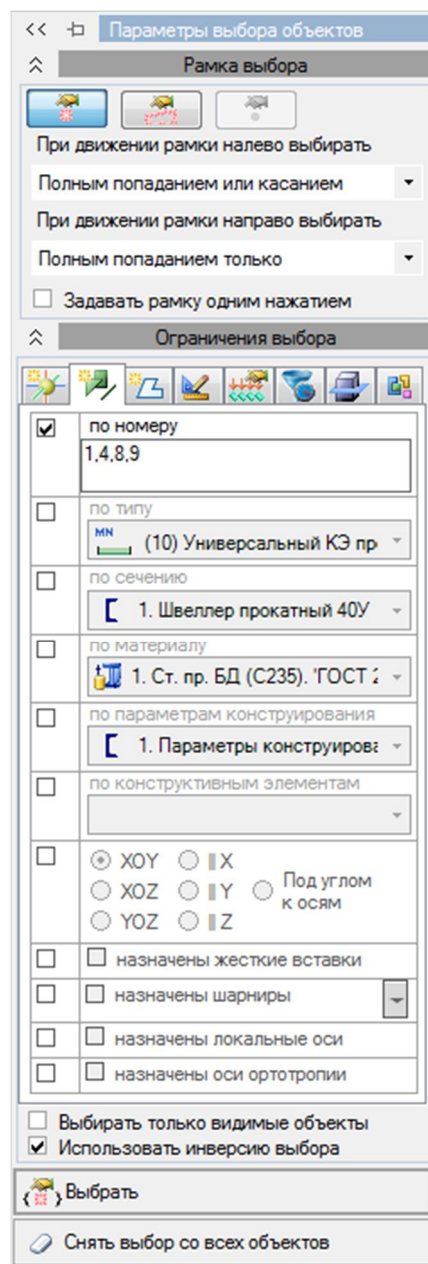

Рис. 26. Панель активного режима Фильтр выбора
- Выберите пункт меню **Выбор** → **Фильтр выбора** (кнопка  на панели инструментов) (рис. 26).